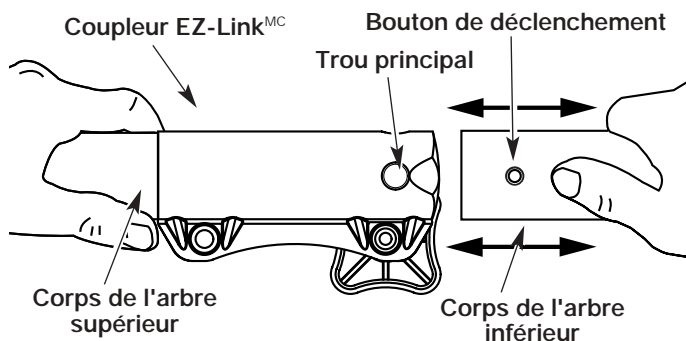

Fig. 25
2. Tenez fermement l'accessoire et enfoncez-le tout droit dans le coupleur EZ-Link^{MC} (Fig. 25).